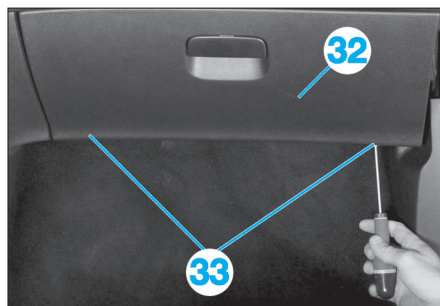

Fig. 18
- Déposer les vis (33) (Fig.18).